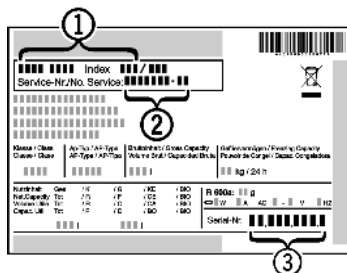

Fig. 12
- Relever la désignation de l'appareil Fig. 12 (1), le n° de service Fig. 12 (2) et le n° de série Fig. 12 (3) sur la plaquette signalétique. Cette plaquette se trouve sur la paroi intérieure gauche de l'appareil.
- Informer le S.A.V. et lui communiquer la panne, la désignation de l'appareil Fig. 12 (1), le n° de service Fig. 12 (2) et le n° de série Fig. 12 (3).